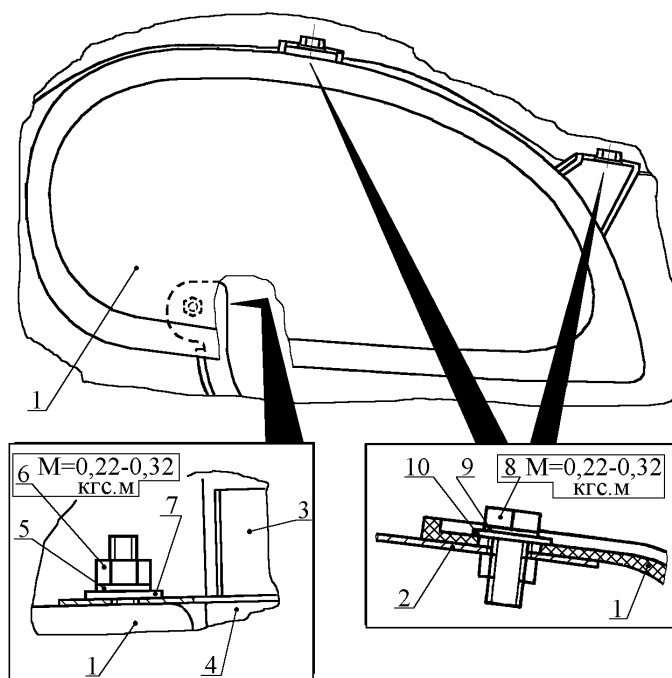

Рис. 38. Головная фара правая:
9.2. Снять правую головную фару 1 (рис. 38) отвинтив гайку 6 с шайбами 5 и 7 и вывинтив два болта 8 с шайбами 9 и 10 (головка 10, удлинитель и вороток из комплекта ключей 2336М-1 ГАРО).